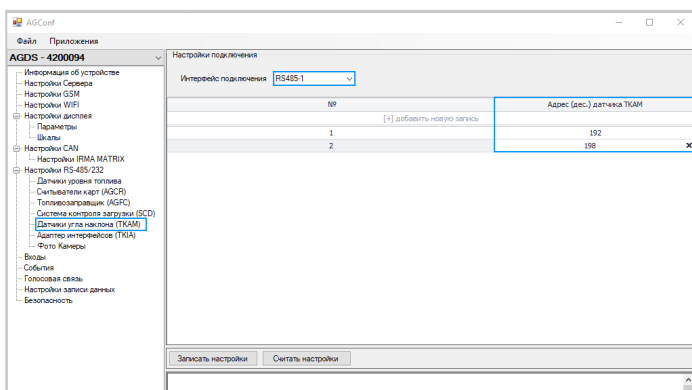

Рис.131. Настройка подключения датчиков угла наклона.
- после ввода адресов подключаемых датчиков сохраните настройки в устройство, нажав кнопку «Записать настройки» (Рис.131).